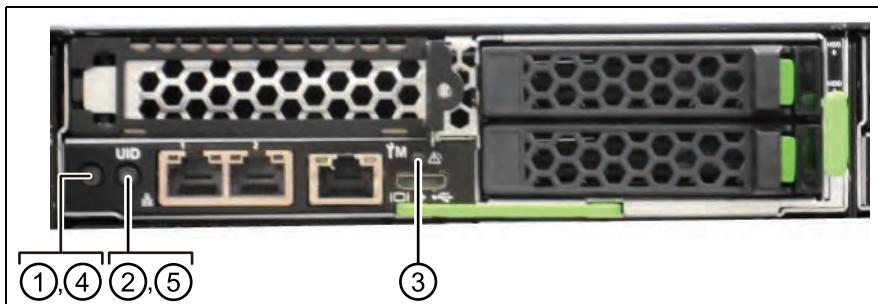

図 27: サーバノードのコントロールと表示ランプ
- ▶ 電源ボタン (65 ページ の図 27 のアイテム 1) を押します。